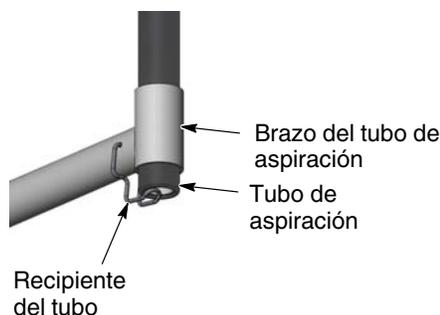

Figura 4-1 Uso del soporte del tubo de aspiración
1. Ver la figura 4-1. Elevar el tubo de aspiración hacia arriba y girar el recipiente del tubo hacia abajo y por debajo del tubo de aspiración para mantenerlo en su sitio en el brazo.